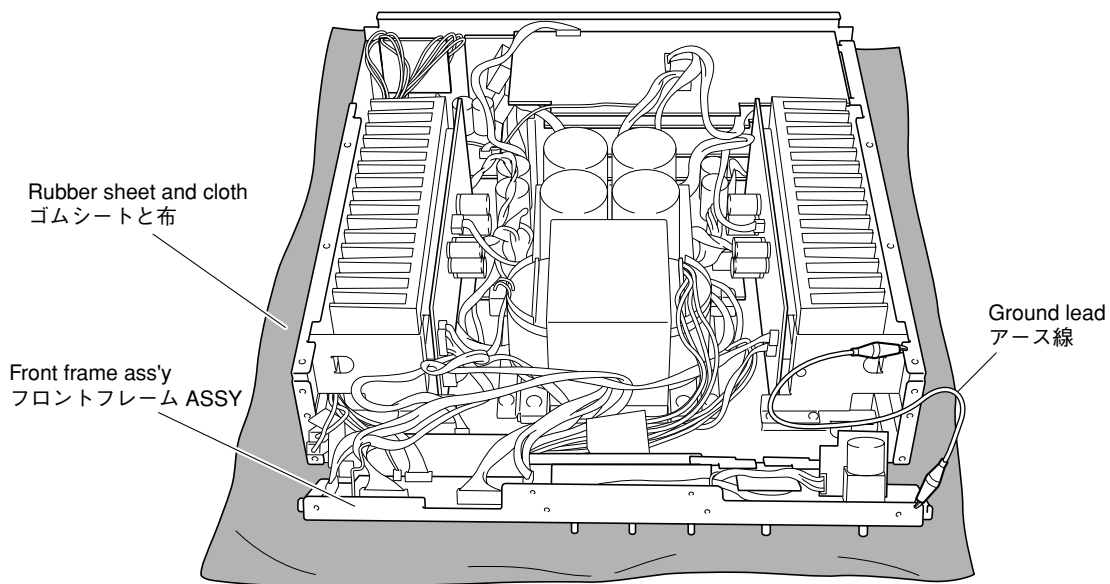

Fig. 4
- Put the rubber sheet and cloth over this unit. Then place the P.C.B.s upside down on the cloth and check it. (Fig. 4)
- In this unit, the ground of the front frame ass'y is connected to the chassis. When the front frame ass'y is removed from the chassis, connect the ground point to the chassis, using a ground lead wire or the like. (Fig. 4)
- 本機の上にゴムシートと布を敷き、その上にP.C.B.を裏返しに置いてチェックします。(Fig. 4)
- 本機ではフロントフレームASSYのアースがシャーシに接続されています。フロントフレームASSYをシャーシより取り外した場合は、アース線等でシャーシに接続してください。(Fig. 4)